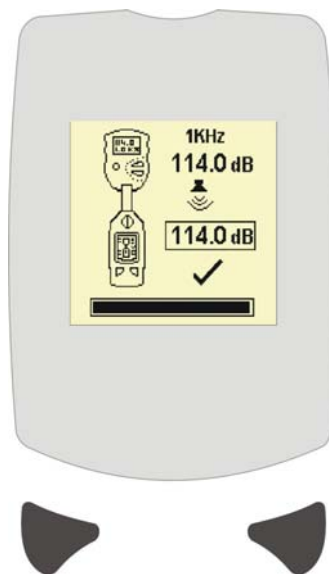

Figura 6 Schermata Taratura Completa
5. Premere il tasto sinistro (A) ✓ per eseguire la taratura, oppure premere il tasto destro (B) ✗ per uscire. Al termine della taratura verrà visualizzata la schermata di Taratura Completa (Figura 6).